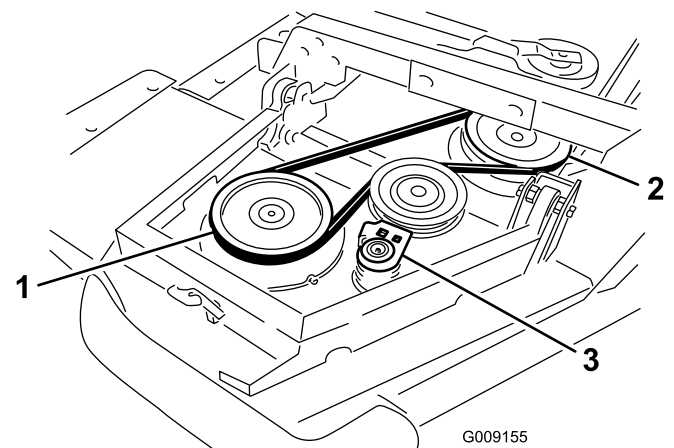

Bild 5
- A. Legen Sie den Riemen um die Riemenscheibe der Flügelspindel und die Riemenscheibe der Frontmähwerkspindel (Bild 5).
- B. Schieben Sie die Spannscheibe mit einem Schraubenschlüssel oder einem ähnlichen Werkzeug von den Scheiben (Bild 5).